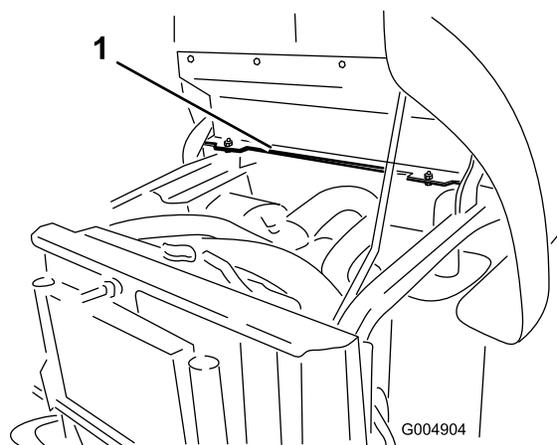

Figura 13
1. Individuate i 2 fori di montaggio sul lato sinistro del supporto del telaio posteriore (Figura 13).